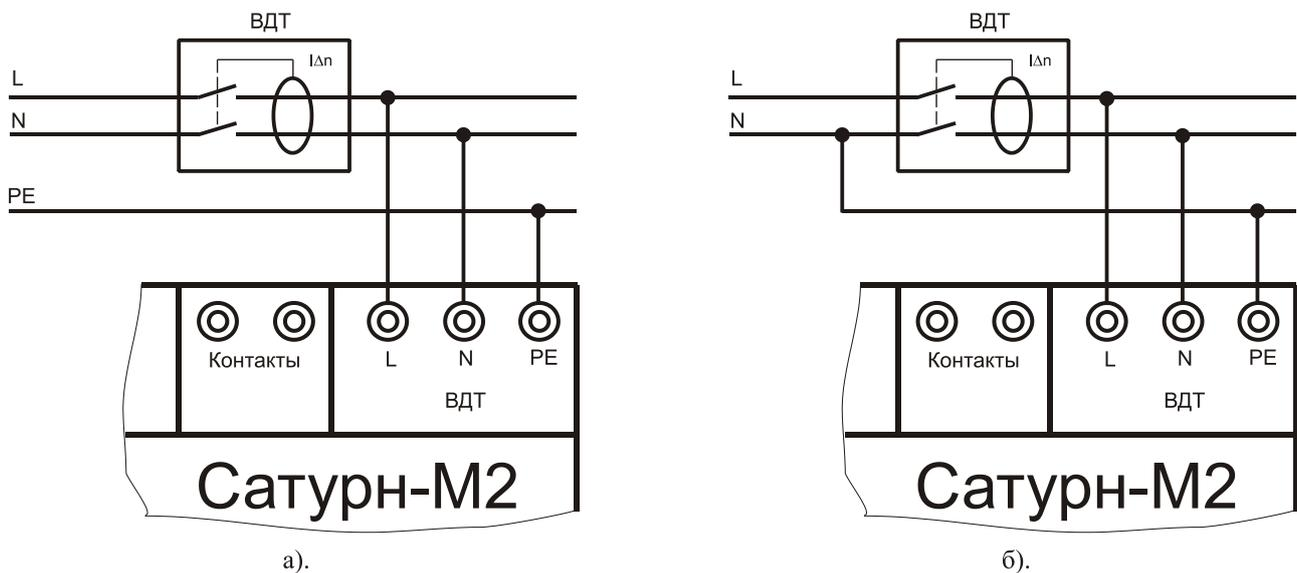

Рисунок 5 – Схемы подключения устройства «Сатурн-М2» при проверке ВДТ
Для проверки ВДТ необходимо собрать схему, показанную на рис. 5: а) при наличии линии защитного заземления РЕ, б) при ее отсутствии.
8.5.1.4 При попытке запуска режима при разомкнутых полюсах проверяемого автомата (см. рис.5), режим не запускается, а на индикатор выводится сообщение об отсутствии напряжения на клеммах «L» и «N» – «Отсутствует Uвх».
8.5.1.7 Если клемма «РЕ» не подключена к линии защитного заземления (см. рис. 5), то режим не запускается, а на индикатор выводится сообщение «Отсутствует РЕ».